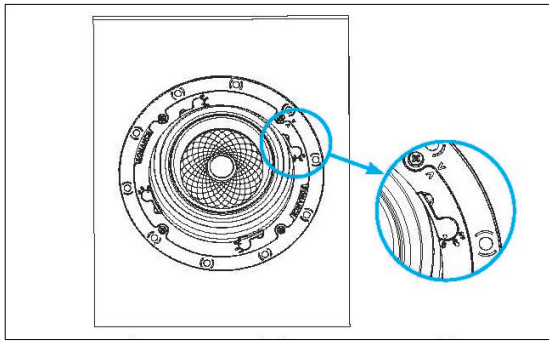

図 13: ラッチを [LOCKED] の位置にする
13. スピーカーモジュールの Flex Frame ラッチを親指で押し [LOCKED] の位置に回転させます (図 13 参照)。